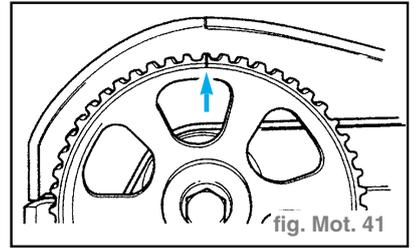

fig. Mot. 41
- Amener le pignon d'arbre à cames sur le repère PMH du cylindre 1 (fig. Mot. 41).